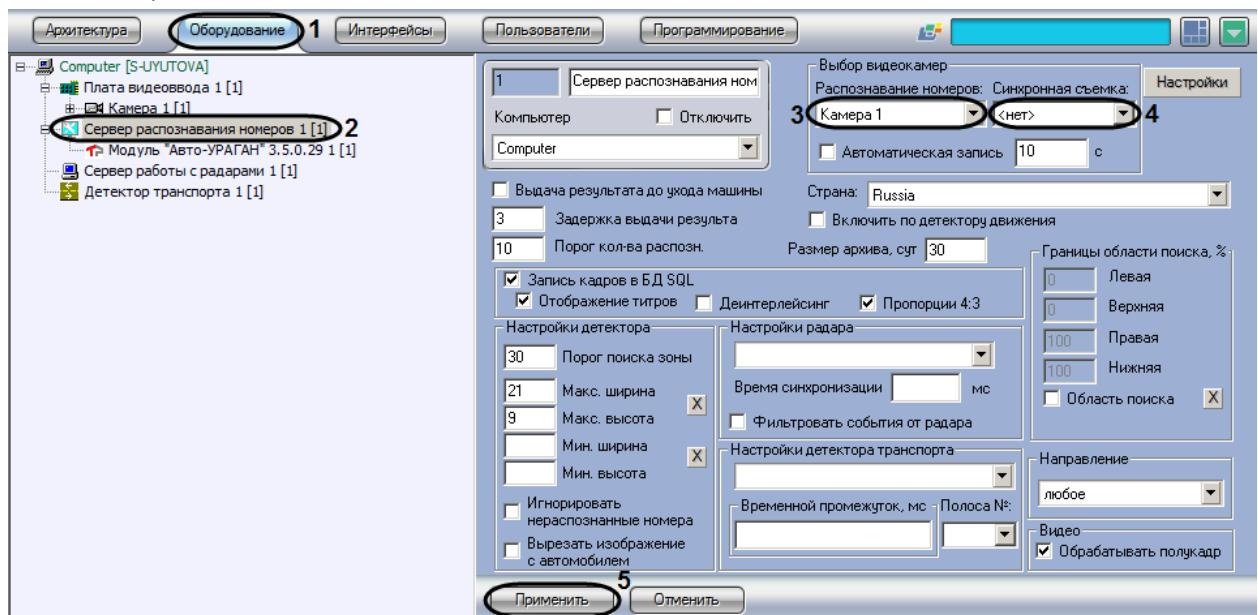

Рис. 7.2—7. Выбор объектов «Камера» для совместной работы с Сервером распознавания номеров
1. В диалоговом окне «Настройка системы» перейти на вкладку «Оборудование» (Рис. 7.2—7, 1).
2. В дереве объектов на вкладке «Оборудование» выбрать объект «Сервер распознавания номеров», соответствующий активированному программному модулю (см. раздел «Активация программного модуля, используемого для распознавания номеров», Рис. 7.2—7, 2).
3. Выбрать требуемый объект «Камера» в поле «Распознавание номеров» (основная видеокамера для распознавания номеров) (см. Рис. 7.2—7, 3).
4. Выбрать требуемый объект «Камера» в поле «Синхронная съемка» (дополнительная синхронная видеокамера) (см. Рис. 7.2—7, 4).
5. Нажать кнопку «Применить» (см. Рис. 7.2—7, 5).